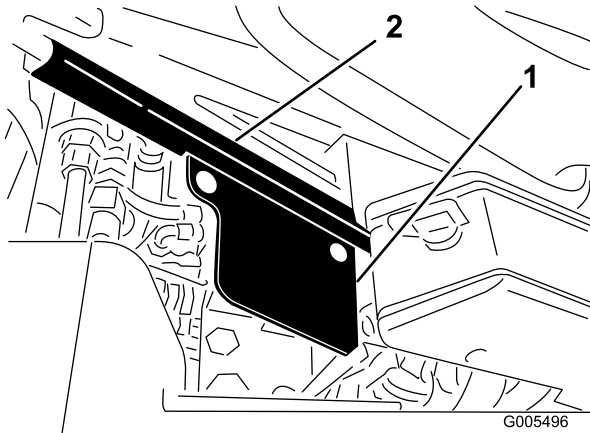

図 8
7. シート・ベースの右側にバルブ・シールドを取り付ける。キャリッジ・ボルト (5/16 x 5/8 in) とナットを使用。シールドは図 8 のように組み付ける。